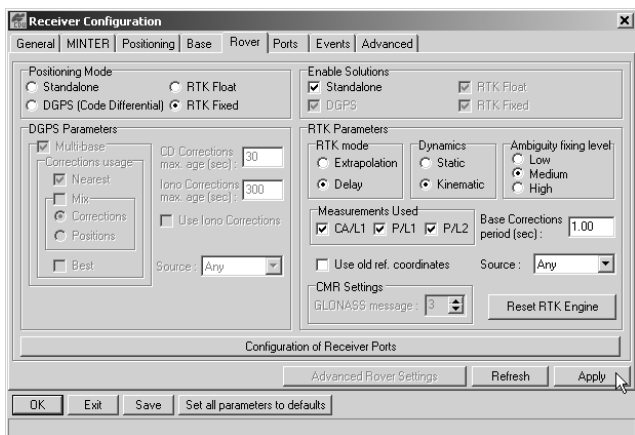

Figura 3-11. Configuración de la Pestaña Rover
5. Seleccione la pestaña Rover y defina el Positioning Mode (Modo de Posicionamiento) deseado (Figura 3-11).